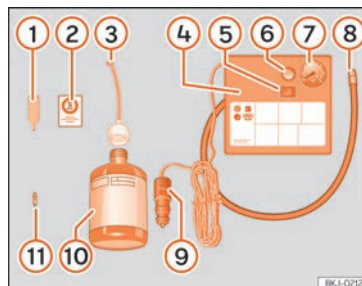

Fig. 65 Rappresentazione standard: contenuto del kit per la riparazione degli pneumatici.
- Svitare il cappuccio e l'elemento di tenuta della valvola del pneumatico. Utilizzare l'apparato » **fig. 65 ①** per estrarre l'elemento di tenuta. Collocarlo su una superficie pulita.
- Agitare vigorosamente la bomboletta del sigillante per pneumatici » **fig. 65 ⑩**.
- Avvitare il tubo di gonfiaggio » **fig. 65 ③** alla bomboletta del sigillante. La piombatura della bomboletta si rompe automaticamente.
- Rimuovere il tappo del tubo di riempimento » **fig. 65 ③** e avvitare l'estremità aperta dal tubo alla valvola dello pneumatico.
- Ricollocare l'elemento di tenuta con l'apparato » **fig. 65 ①** nella valvola del pneumatico.
- Avvitare il tubo di gonfiaggio dello pneumatico del compressore » **fig. 65 ⑧** nella valvola dello pneumatico.
- Verificare che la vite di sfogo dell'aria sia chiusa » **fig. 65 ⑥**.
- Collegare il connettore » **fig. 65 ⑨** a una presa elettrica a 12 V del veicolo » **pag. 189**.
- Collegare il compressore ad aria con l'interruttore ON/OFF » **fig. 65 ⑤**.